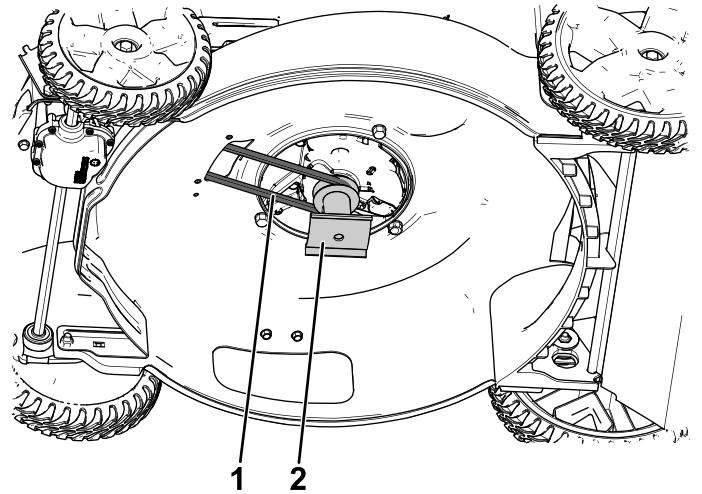

Figure 7
3. Montez le système d'entraînement de la lame et acheminez la courroie autour, comme montré à la Figure 7.